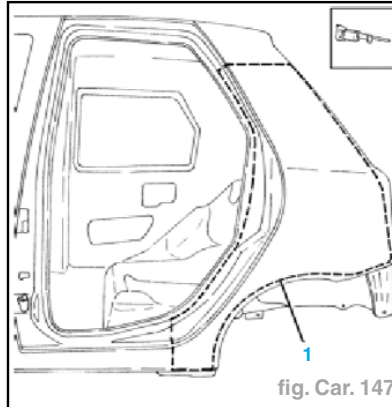

fig. Car. 147
- Découper l'aile sur son pourtour (1) (fig. Car. 147).